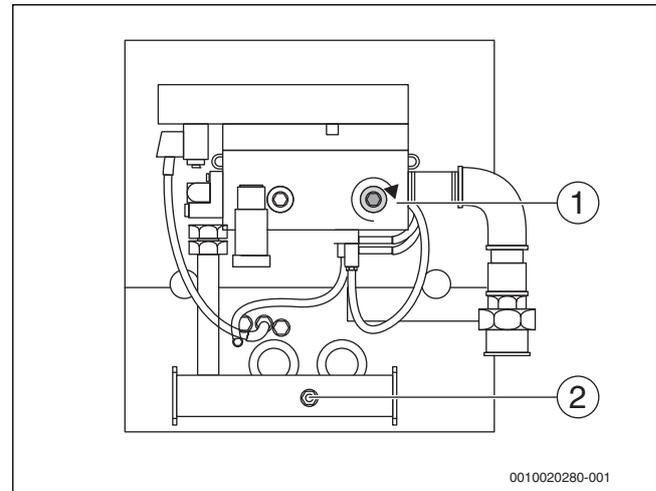

Bild 20 Verschlusschraube leicht lösen
- ▶ Verschlusschraube im Messnippel (→ Bild 20, [1]) leicht lösen und Schlauch aufstecken.